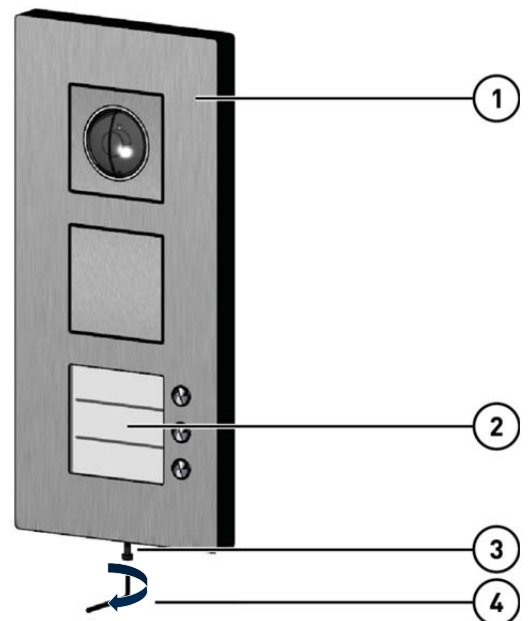

Abb. 2: Außenstation öffnen
- ▶ Drehen Sie die Innensechskant-Schraube (3) mit dem Innensechskant-Schlüssels (4) heraus (Abb. 2).